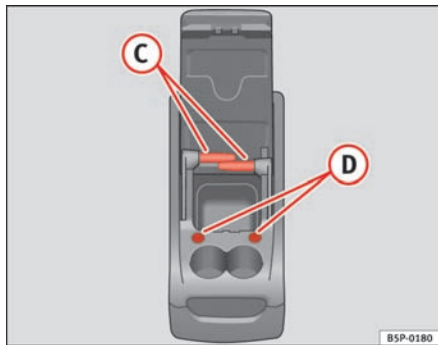

Fig. 112 Transportabel opbevaringsboks. Funktioner.
For at bruge bordet (C) ⇒ fig. 112 skal du tage det ud af holderen på siden af den transportable opbevaringsboks, og placere det i holderen (D) ⇒ fig. 112 forrest på den transportable opbevaringsboks.